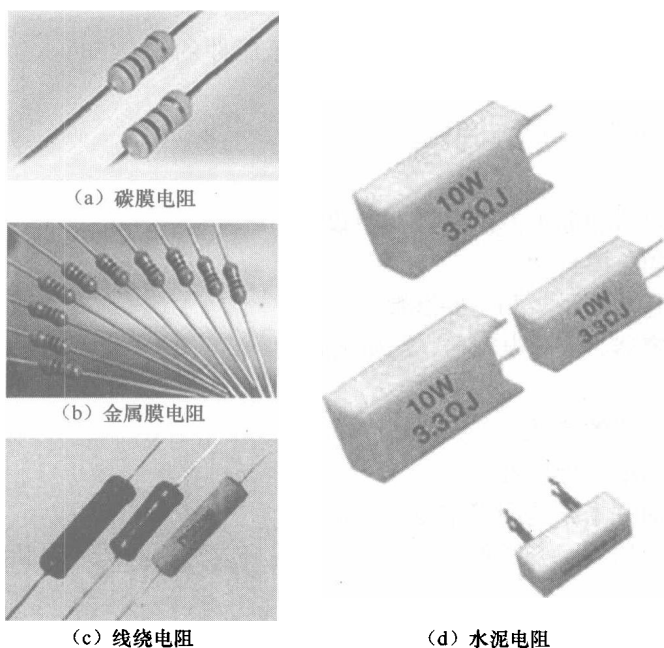

图 1-1 电阻器
① 按材料分:有碳膜电阻、水泥电阻、金属膜电阻和线绕电阻等,如图 1-1 所示。